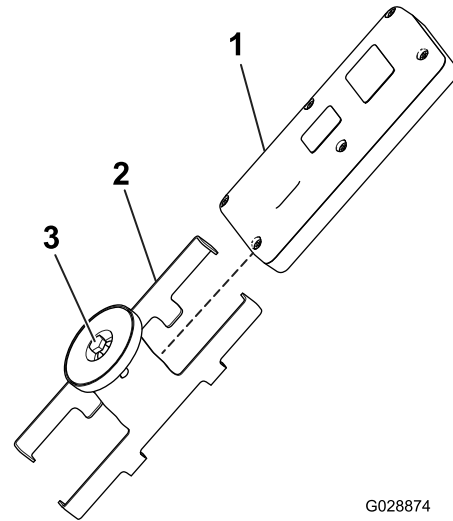

Bild 19
- Setzen Sie die Handfernbedienung in die magnetische Halterung für die Fernbedienung ein; schieben Sie die Hälften zusammen und ziehen Sie die Schraube im Magneten an (Bild 19).